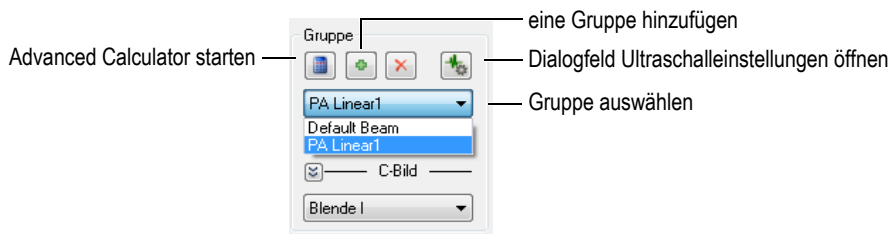

Abbildung 4-4 Auswahl der neu erstellten Gruppe
1. Klicken Sie in der **TomoView-Verwaltung** auf , um eine Gruppe hinzuzufügen (siehe Abbildung 4-4 auf Seite 243).
3. Im Gruppenfeld **Gruppe** in der **TomoView-Verwaltung** (siehe Abbildung 4-4 auf Seite 243):